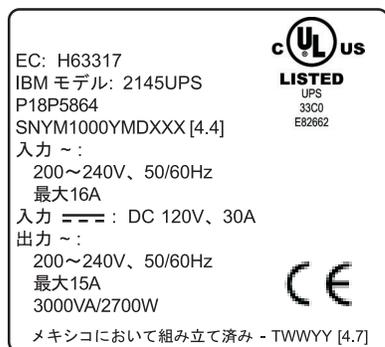

図 6. 無停電電源装置の機関ラベル
1. 機関ラベル。 xxxi ページの図 6 を参照してください。